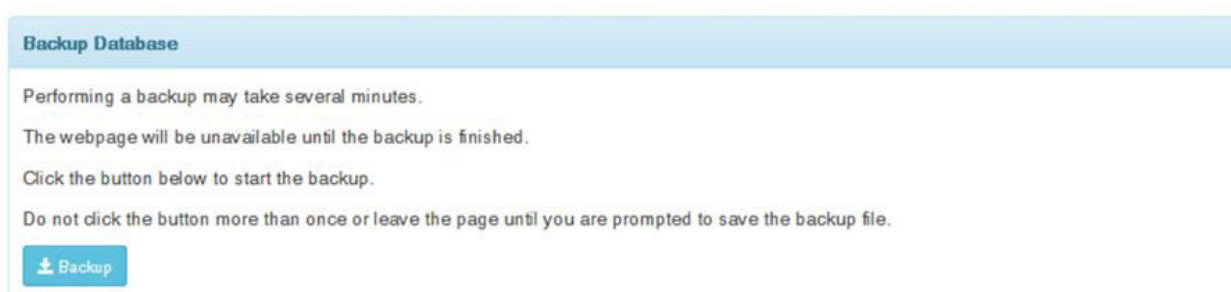

Figura 12 - 8: Efetuar backup do banco de dados
2. Selecione **Backup** (Figura 12 - 8: Efetuar backup do banco de dados).